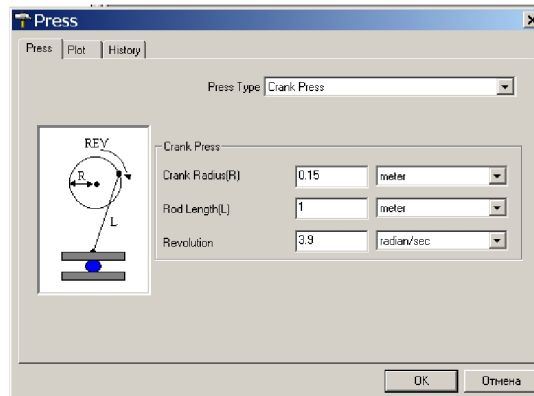

Рис. 2.5. Параметры для кривошипного пресса
**КРИВОШИПНЫЙ ПРЕСС.** На рис. 2.5 показано окно, позволяющее определить параметры кривошипного пресса. Длина кривошипа ( $R$ ) может быть принята, как половина величины хода ползуна. Длина шатуна ( $L$ ) принимается из паспорта оборудования или из соотношения  $L = K \cdot R$ . Скорость вращения кривошипа равна числу ходов пресса в минуту. Исходя из этого, выбирается наиболее удобный способ ввода скорости вращения.